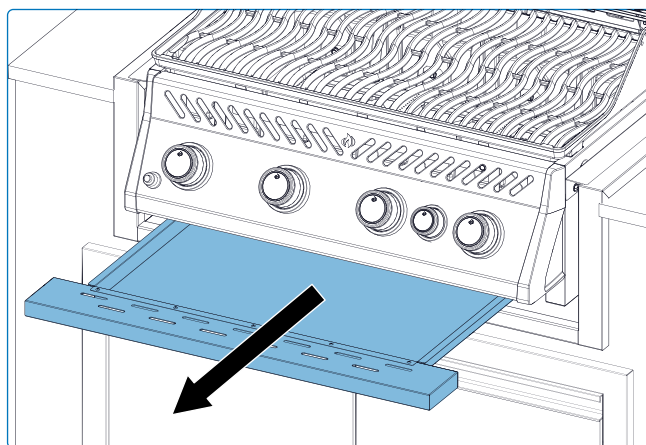

Fig. 14
1. Retira el/los tornillo(s) que sujetan el quemador a la pared trasera de la Barbacoa. Desliza el quemador hacia atrás y hacia arriba para retirarlo (**Fig. 14**).